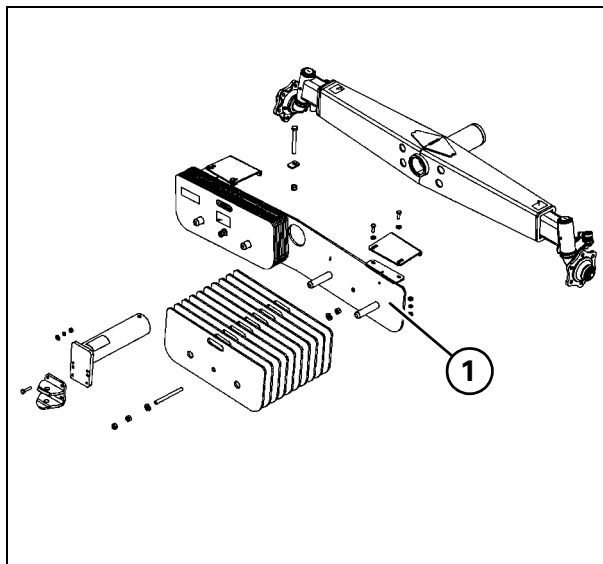

Рис. 17
- Балластные грузы на заднюю ось (Рис. 17). Дисковые балластные грузы устанавливаются на опоре (1).